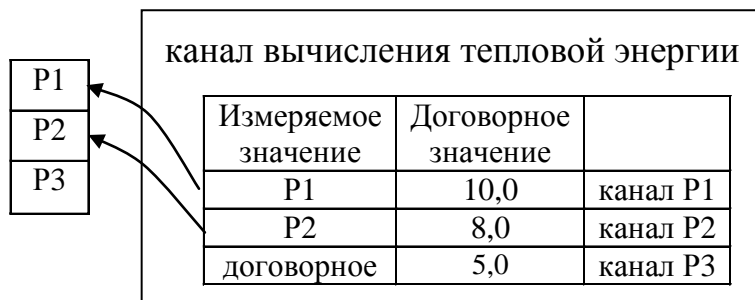

Рисунок 6.3
**1** - В каждом канале объема, температуры и давления параметр может быть задан как измеряемым, так и договорным (см. дополнительные настройки ТС - таблицу ДЗ.1-2). Например (см. рисунок 6.3): в случае отказа ПД в канале Р1, при выборе соответствующего типа реакции на НС, вместо измеренного давления в расчетах будет использоваться договорное значение, а в канале Р2 – всегда используется только договорное значение и для этого канала не задаются верхнее и нижнее пороговые значения.